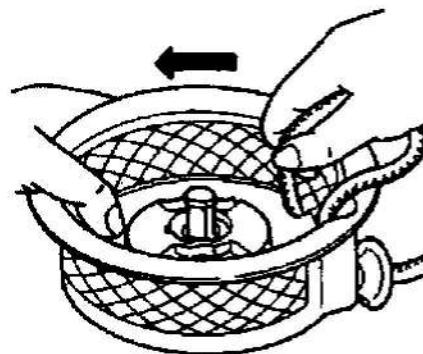

Рис. 84
- (3) Перед тем, как вставить шкив в корпус стартера, намотать пусковой шнур в направлении стрелки, как показано на Рис. 84, и на 2,5 оборотах выпустить шнур из канавки шкива. Сцепить крючок шкива с внутренним концом пружины и установить шкив в корпус стартера. (В этот момент убедиться, что крючок шкива сцеплен с пружиной должным образом.)
Затем взять шнур, как показано на Рис. 84, и повернуть шкив на 4 оборота в направлении стрелки. После намотки крепко удерживать шкив, не позволяя ему обратного вращения, и вытянуть ручку пуска. Затем вытянуть из корпуса стартера часть шнура, использованного для намотки, и медленно вернуть на место ручку пуска.